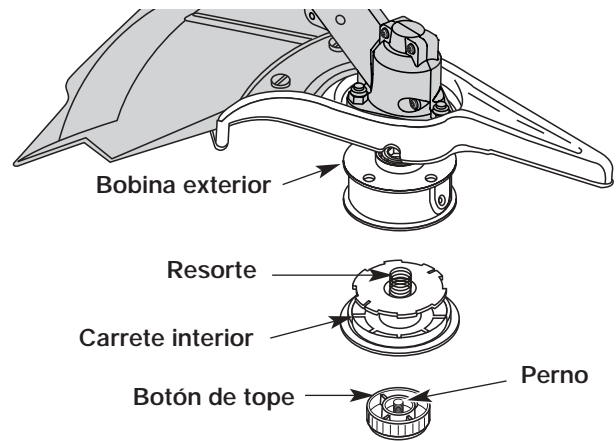

Figure 27
1. Sostenga la bobina exterior con una mano y desenrosque el botón de tope en sentido antihorario (Fig. 27). Inspeccione el perno de adentro del botón de tope para verificar que se mueva con libertad. Cambie el botón de tope si está dañado.
2. Saque el carrete interior de la bobina exterior (Fig. 27).
3. Saque el resorte del carrete interior (Fig. 27).
1. Sostenga la bobina exterior con una mano y desenrosque el botón de tope en sentido antihorario (Fig. 27). Inspeccione el perno dentro del botón de tope para verificar que se mueva con libertad. Cambie el botón de tope si está dañado.
2. Saque el carrete interior viejo de la bobina exterior (Fig. 27).
3. Saque el resorte del carrete interior viejo (Fig. 27).